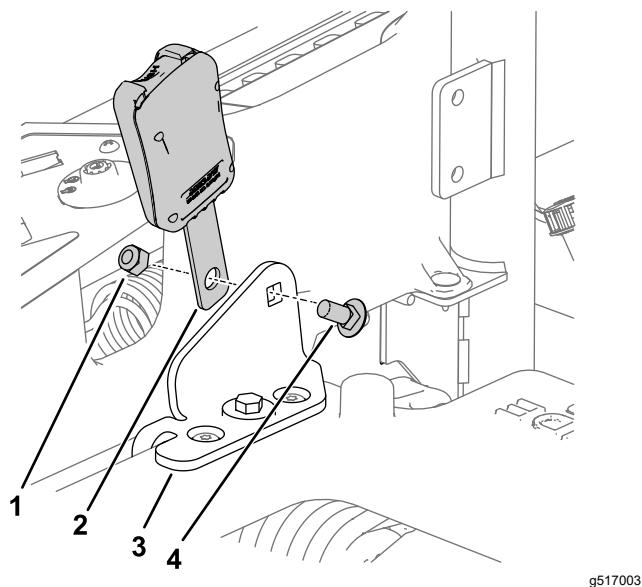

Figure 8
2. Fixez la boucle et la languette de la ceinture de sécurité aux supports à l'aide de 2 boulons de carrosserie (7/16" x 1") et 2 contre-écrous (7/16"), comme montré à la Figure 8. Répétez cette procédure de l'autre côté pour la languette.